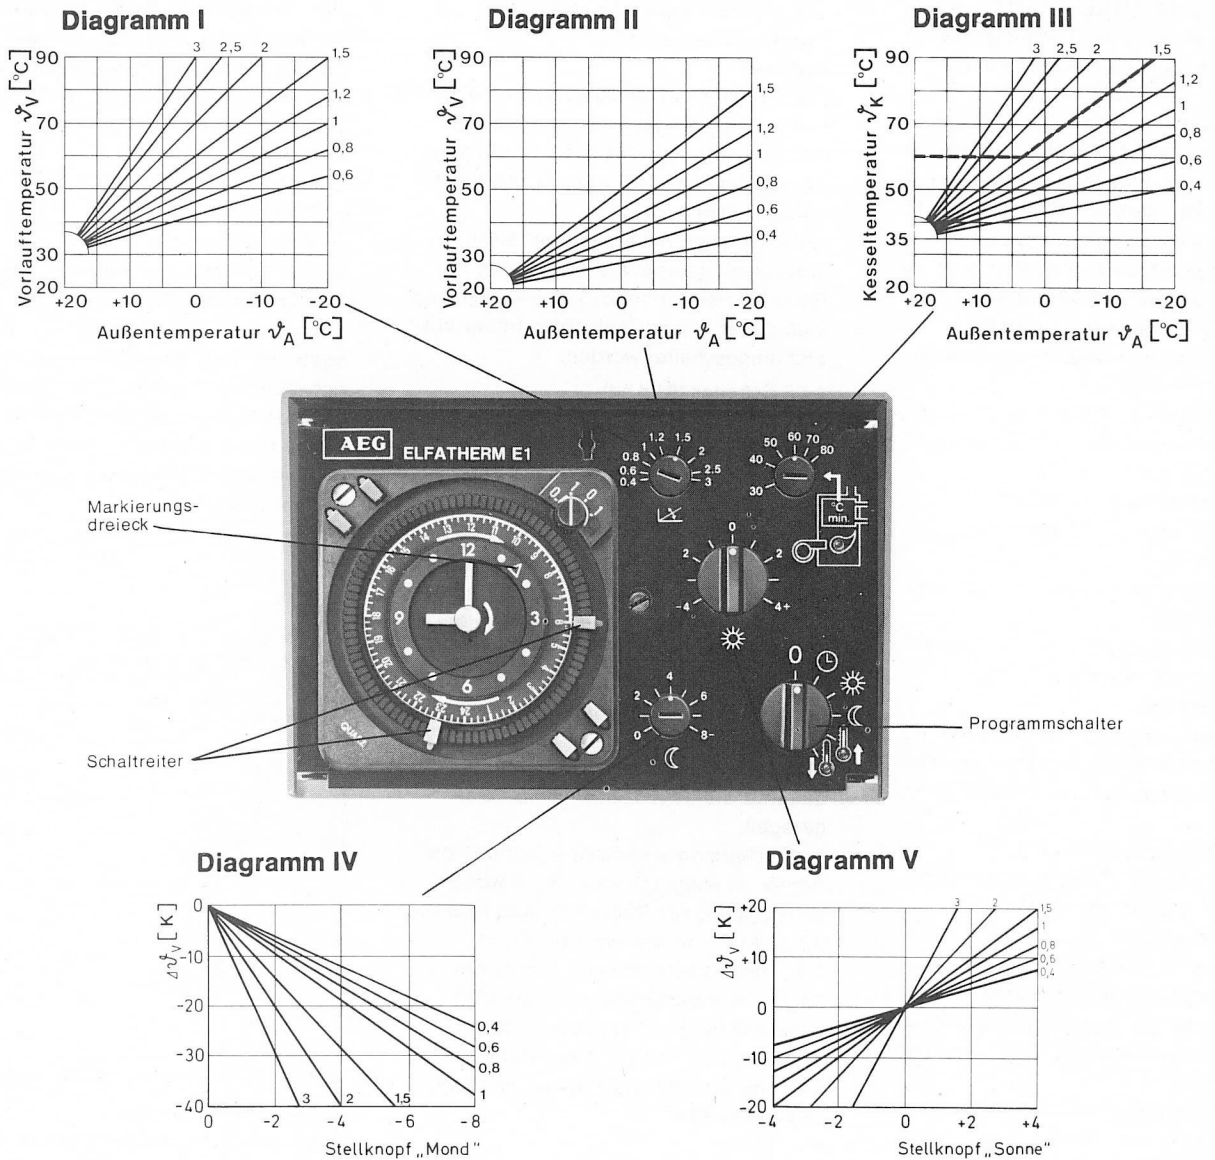

Bild 14 Zentralgerät ELFATHERM E1ZBM, Frontansicht mit Diagrammen
Mit dem Stellknopf SONNE wird die Raumtemperatur eingestellt. — Diagramm V, Bild 14
Mit dem Stellknopf MOND wird die durch die eingebaute Schaltuhr eingeschaltete Absenkung eingestellt. — Diagramm IV, Bild 14
Einstellbeispiel siehe Diagramm III, Bild 14
4.1.6 Schalter (Bild 14)
Die HeizkurvenEinstellung am Stellknopf „Steilheit“ erfolgt entsprechend der benötigten Vorlauftemperatur bei der tiefsten zu erwartenden Außentemperatur (z. B. -15 °C) nach Diagramm I bzw. II auf Bild 14.